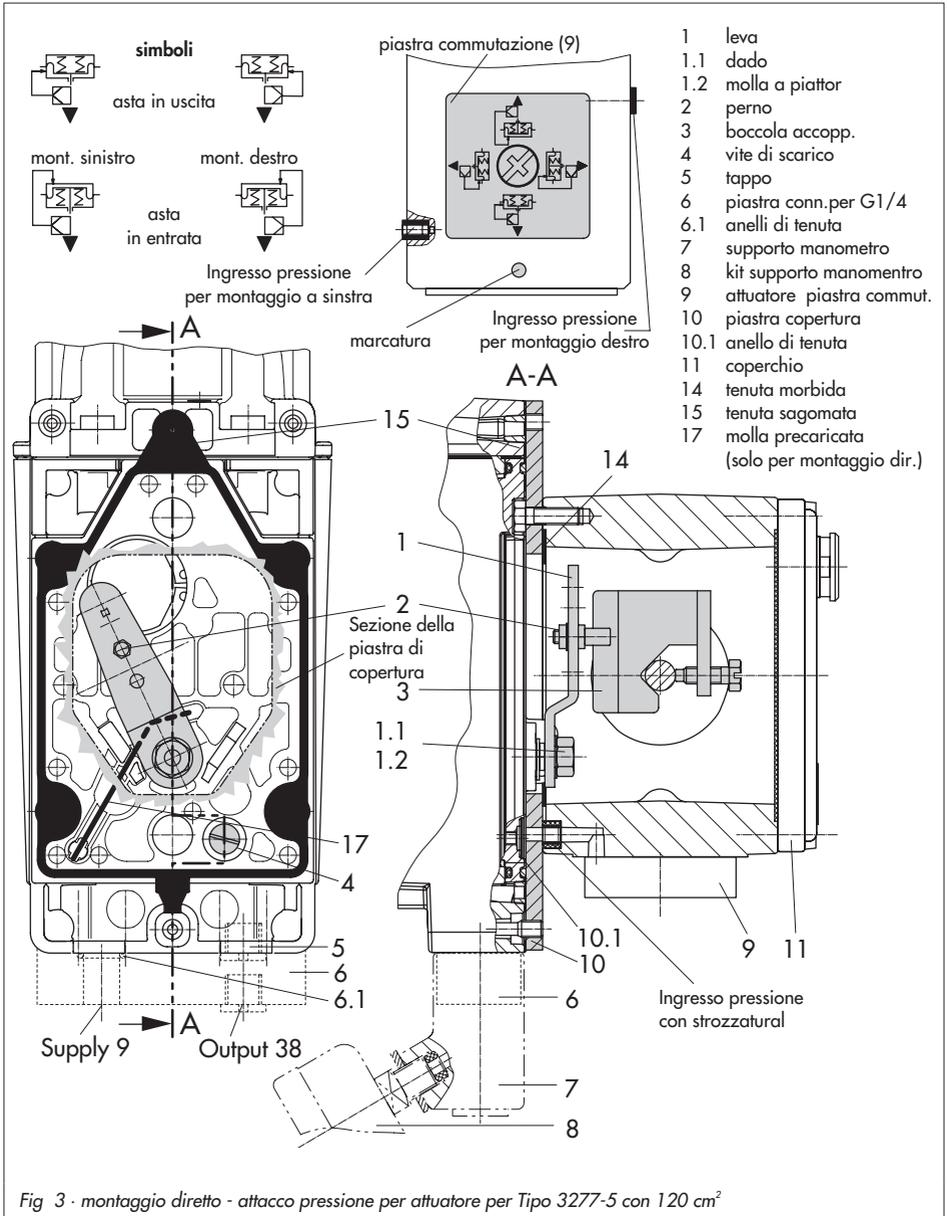

Fig 3 - montaggio diretto - attacco pressione per attuatore per Tipo 3277-5 con 120 cm2
5. Fissare la piastra di copertura (10) con il lato più stretto della sezione (fig. 3 a sinistra) in direzione dell'attacco di pressione. La tenuta morbida (14) deve puntare verso il castello dell'attuatore.
6. **Corsa 15 mm:** mantenere il perno (2) sulla leva M (1) sul lato posteriore del posizionario in pos. **35** (standard).
**Corsa 7,5 mm:** rimuovere il perno (2) dalla posizione **35**, riposizionarlo nel foro per la posizione **25** e avvitare.
7. Adagiare la guarnizione sagomata (15) nell'apposita sede ricavata sul corpo del posizionario, esercitando sulla stessa una lieve pressione in corrispondenza dei quattro punti di ancoraggio posti sopra le viti del corpo nonchè in prossimità dei due inviti posti sulle nicchie dello stesso.
8. Portare la molla precaricata (17) tramite il traversino sotto la leva (1), e posizionarla nel foro del corpo. Appoggiare il posizionario sulla piastra di copertura (10) e avvitare con le sue viti di fissaggio. Controllare se il perno (2) si trova sulla parte superiore della boccola d'accoppiamento (3). La leva (1) deve rimanere con la forza della molla sulla boccola d'accoppiamento.